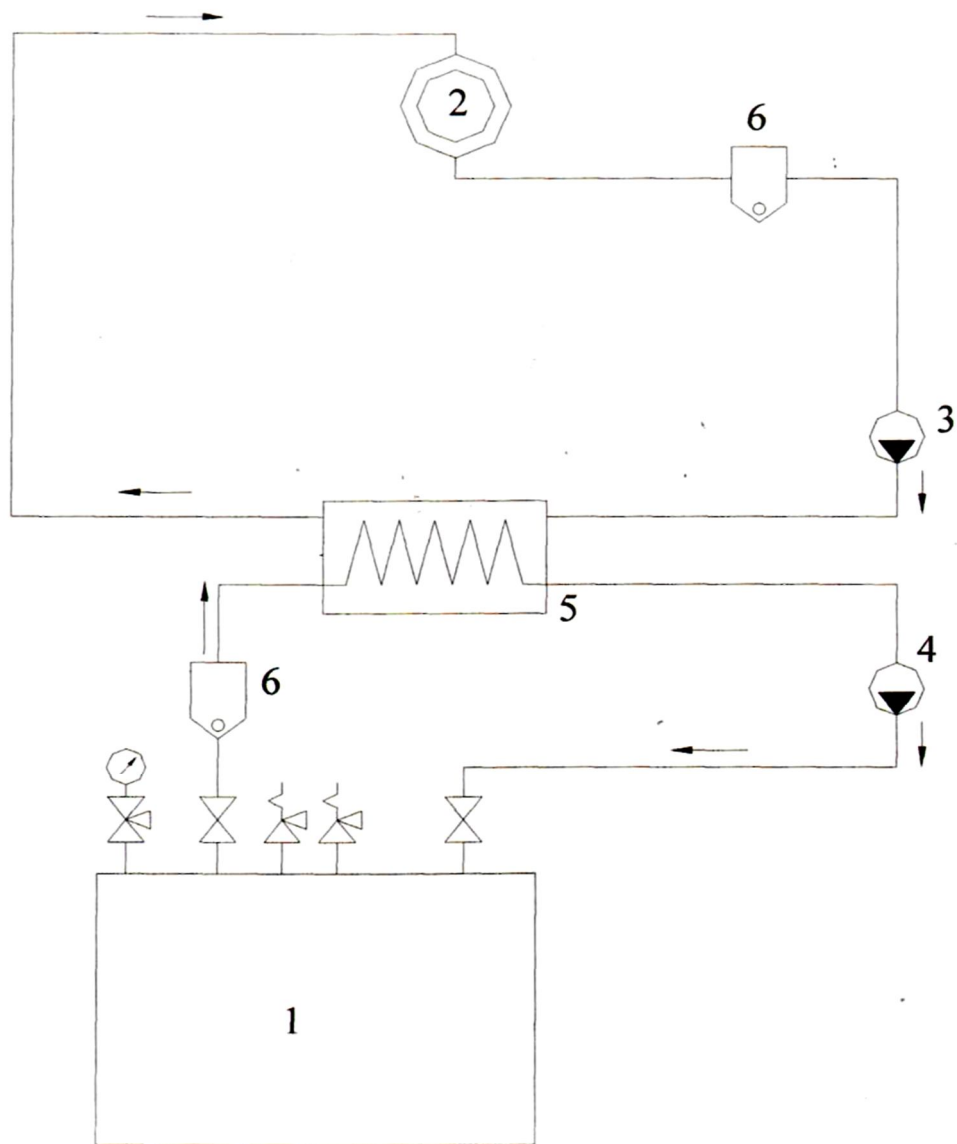

Рис.4 Принципиальная гидравлическая схема (рекомендуемая)
13.2.2 Обвязку котла следует производить в соответствии с рекомендуемой принципиальной гидравлической схемой (рис.4) и проектом котельной.